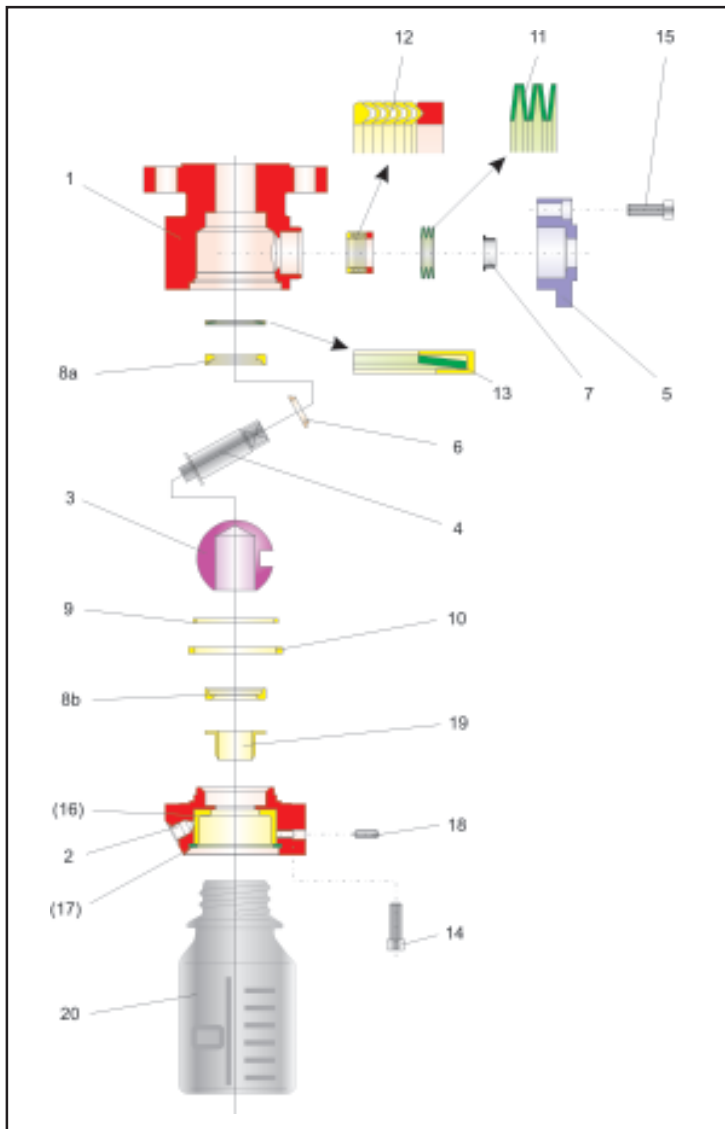

Bild 3 - Explosionszeichnung des Probenehmerhahns BR 27i
**Hinweis:** Die in der Explosionszeichnung (Bild 3) dargestellte Lage und Anordnung der Einzelteile ist bei der Montage einzuhalten.
Die Montage beginnt beim Grundgehäuse ( 1 ). Die ummantelte Tellerfeder ( 13 ) wird in das Grundgehäuse ( 1 ) eingelegt. Die Einbaulage der Tellerfeder ist der Zeichnung ( Bild 3 ) zu entnehmen.
Die Anordnung der V-Ringe sind der Explosionszeichnung ( Bild 3 ) zu entnehmen.
Auf die Packung wird nun der Tellerfedersatz ( 11 ) gelegt. Auch die Anordnung der Tellerfedern sind der Explosionszeichnung ( Bild 3 ) zu entnehmen.